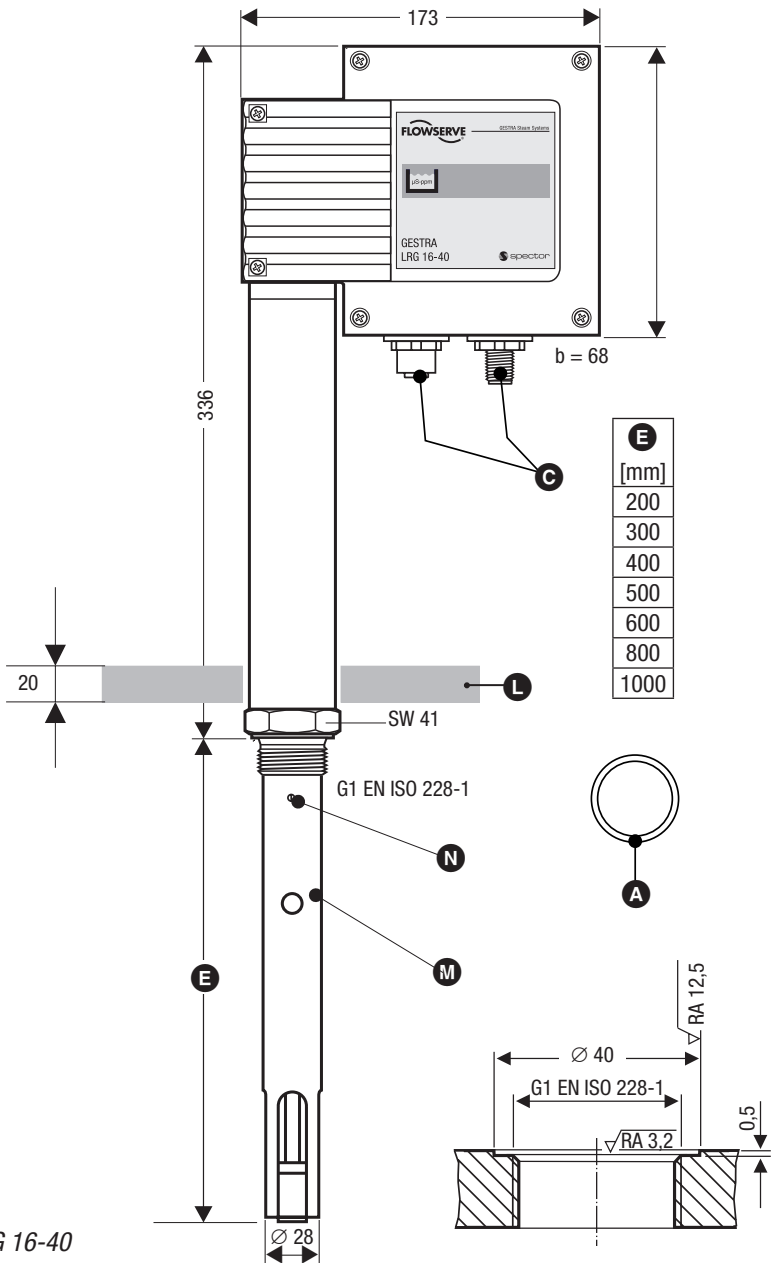

Fig. 2 LRG 16-40
1. Dichtflächen auf Behältergewindestutzen oder Flanschdeckel (siehe **Fig. 2, 3, 4**) überprüfen. Bei Notwendigkeit entsprechend den Angaben der Zeichnung nacharbeiten.